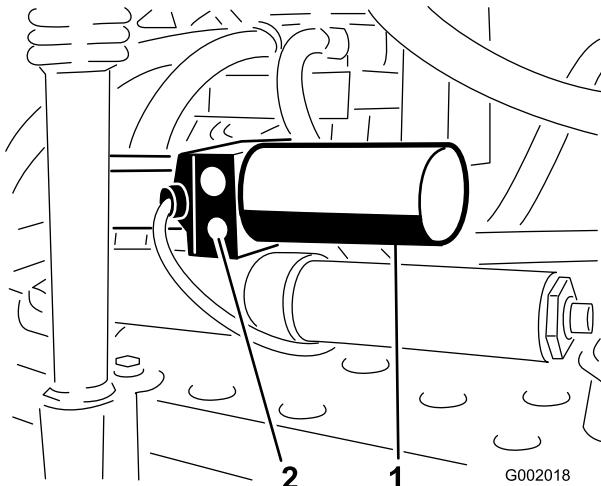

Figura 59
- Localice la válvula de alivio manual en el actuador de cada brazo. La válvula de alivio manual es la válvula más pequeña, y se encuentra solamente en un lado del cuerpo del actuador (Figura 59).